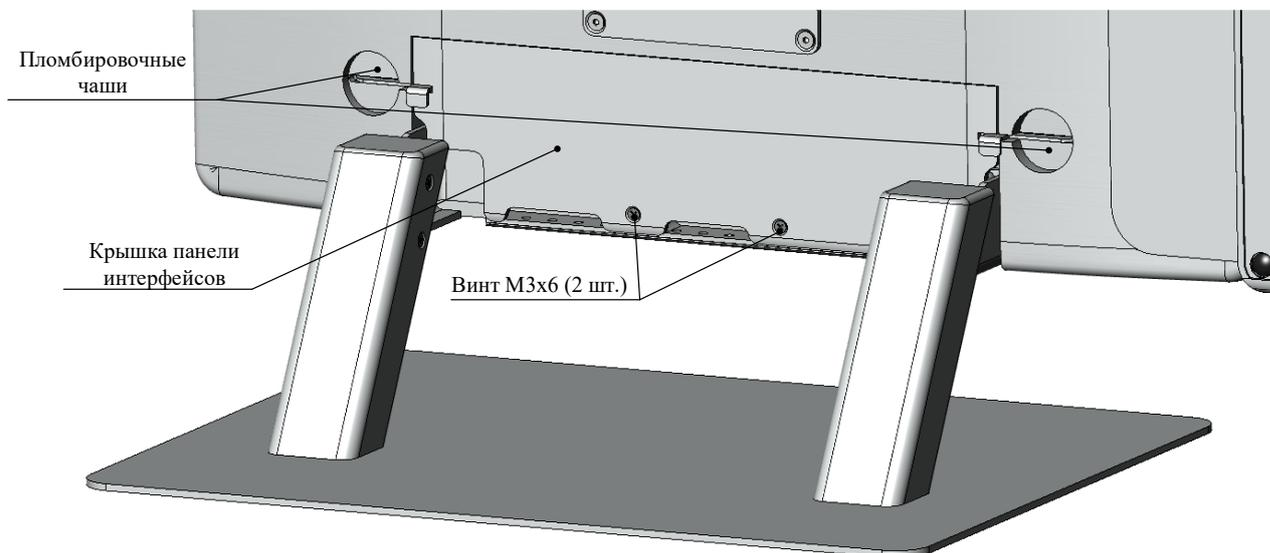

Рисунок 5 — Внешний вид изделия с крышкой панели интерфейсов
- 1) снять крышку панели интерфейсов, выкрутив 2 винта М3 х 6 (см. Рисунок 5);
4) установить крышку панели интерфейсов при помощи двух винтов М3 х 6 (см. Рисунок 5);